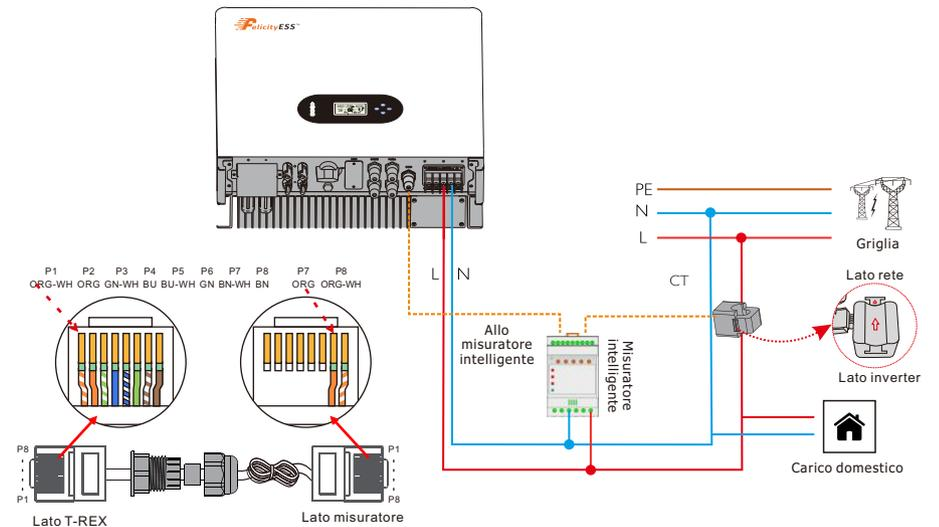

Figura 4.4-4 Collegamento misuratore intelligente
**Nota: Il cavo deve essere preparato facendo riferimento alla Figura 4.4-4**
Assicurarsi che il misuratore e il CT siano collegati tra i carichi dell'abitazione e la rete, e seguire il segnale di direzione del misuratore intelligente sul CT, come indicato nella Figura 4.4-4.